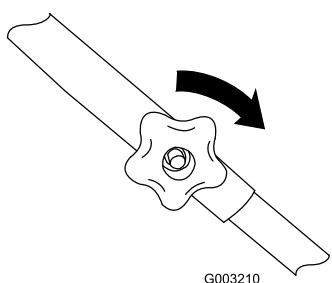

Figure 5
- Montez les boulons et les boutons de la partie supérieure du guidon, les boutons à l'extérieur, et serrez les boutons au maximum (Figure 5).